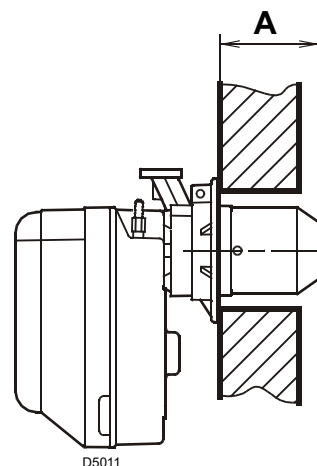

Fig. 9
Il bruciatore può essere fissato con la quota (A) variabile, come dimostra la Fig. 9.